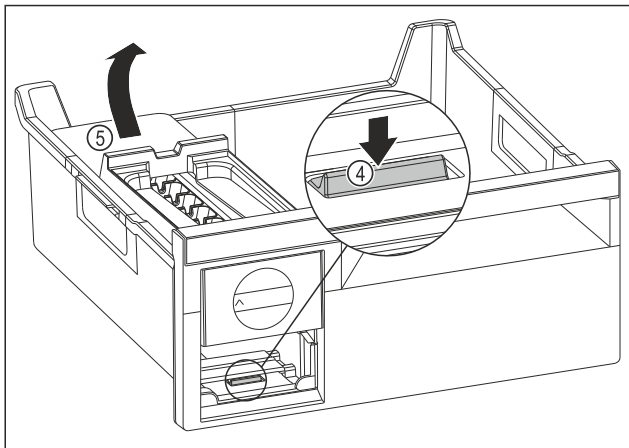

Fig. 85
- Odoberte korpus EasyTwist-Ice: Strmeň Fig. 85 (4) zatlačte prstom nadol a súčasne druhou rukou zdvihnite zozadu korpus EasyTwist-Ice Fig. 85 (5).